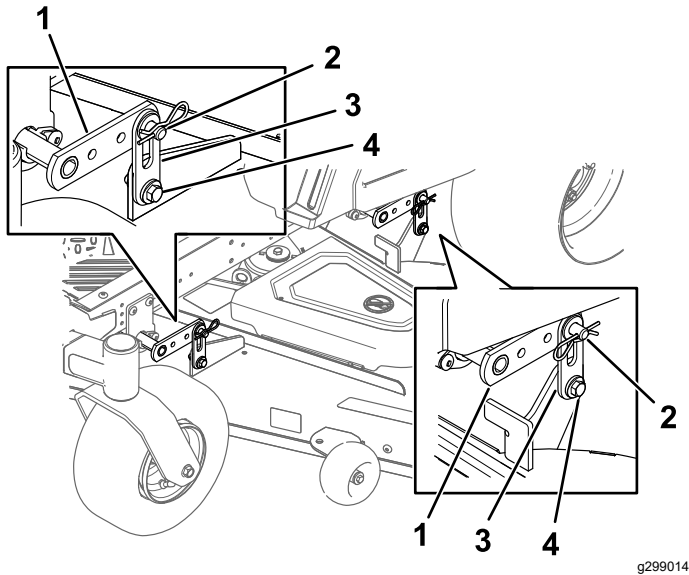

Figure 59
- Desserrez les boulons de réglage aux quatre coins de sorte que le tablier repose bien sur les quatre cales (Figure 59).
- Vérifiez que les axes du tablier se trouvent en haut de la fente dans les pattes de support du tablier (Figure 59).
- Resserrez les quatre boulons de réglage (Figure 59).